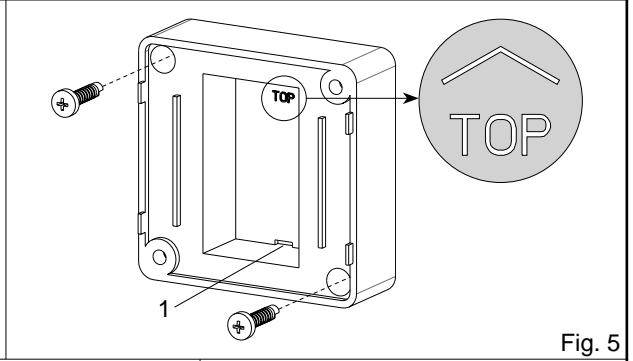

Fig. 5
- fixer comme il se doit la base pour le logement de la pile au support prévu (utiliser des chevilles à expansion Ø 5 mm si le clavier est fixé au mur ou des vis autotaraudeuses Ø 3,5 mm pour les supports en fer ou acier, ou des vis autotaraudeuses Ø 3,5 mm pour les supports en bois ou similaires), en faisant attention à positionner l'inscription vers le haut (fig. 5) pour assurer l'évacuation de l'éventuel condensat (1 fig.5) ;
- fije de forma adecuada la base de alojamiento de la batería al soporte que se utiliza (utilice tacos de expansión de 5mm de diámetro si se fija el teclado a la pared, tornillos autoperforantes de 3,5 mm de diámetro para soportes de hierro o de acero o tornillos autoroscantes de 3,5 mm de diámetro para soportes de madera o similares), prestando atención para colocar la parte escrita hacia arriba (fig. 5) de manera que el agua de condensación eventual disponga de un desagüe (1 fig.5);